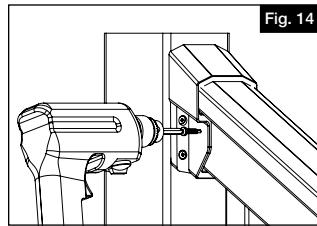

Fig. 14
- Taladre uno de los lados (fuera de la instalación de travesaño de escalera) del soporte de travesaño superior con una broca de 1/8". El agujero debe estar orientado como se muestra (Fig. 14). Introduzca un tornillo de cabeza cuadrada #10 de 1" a través del soporte y el travesaño.